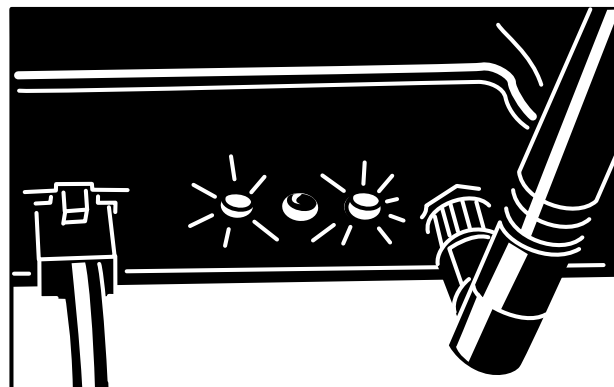

図 12
4. ベースステーションがネットに接続されている場合は、ベースステーションが myTurf サーバーへの接続を行っていることを確認する 図 12。